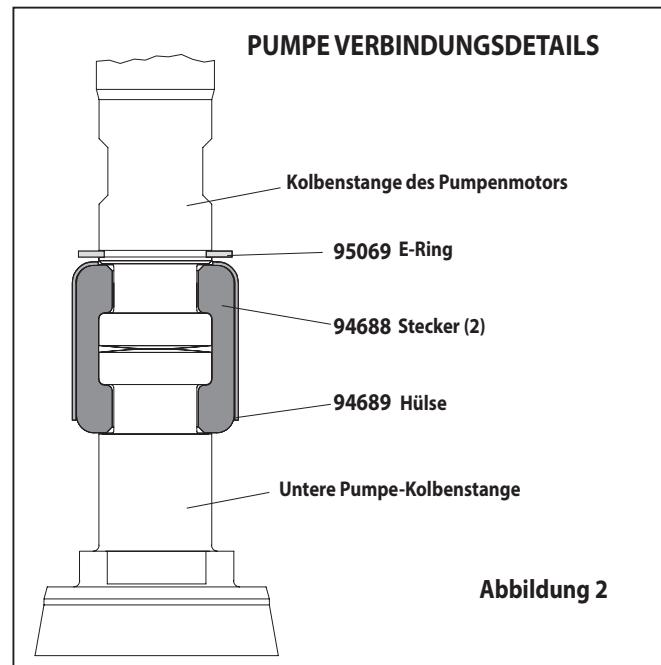

Abbildung 2
5. Mit e-Ring Zangen, schieben Sie den Sicherungsring nach oben weit genug um die Hülse zu bewegen nach oben und lassen Sie die zwei Anschlüsse (siehe Abbildung 2) zu ermöglichen. Legen Sie die Druckluftmotors beiseite.